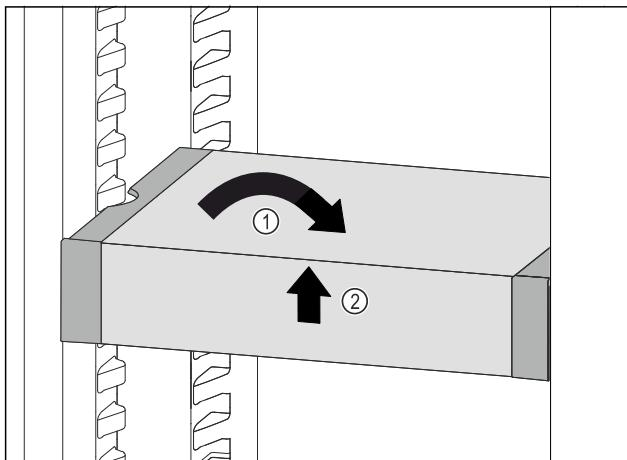

Fig. 60
- Ispravite VarioSafe. Fig. 60 (1)
- Podignite sprijeda VarioSafe. Fig. 60 (2)